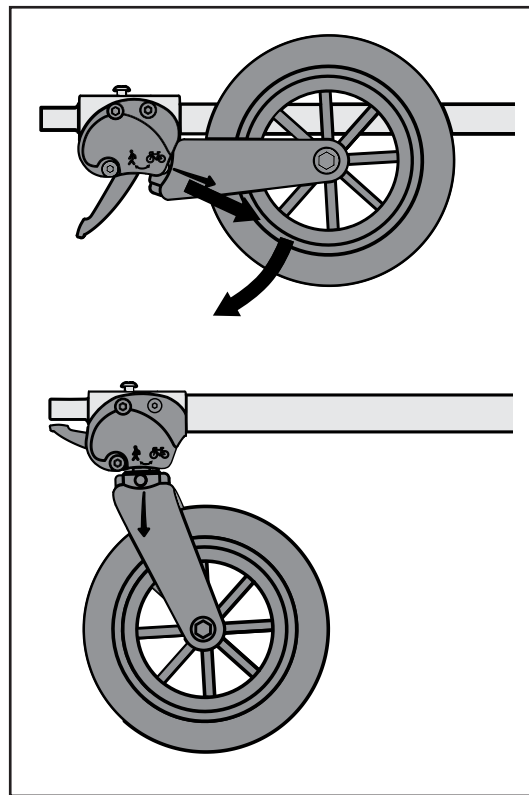

Abbildung 14
1. Die Gabel wie gezeigt (Abbildung 14) herausziehen, dann das Rad vollständig nach unten drücken. Die Gabel wird dadurch automatisch verriegelt.